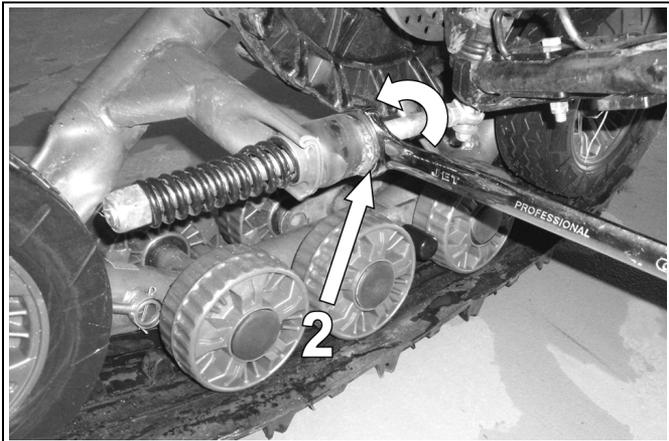

Figure 5
- Régler l'écrou (2) présenté à la Figure 5 jusqu'à ce que la barre plate se trouve à 315 ± 5 mm au dessus du sol.